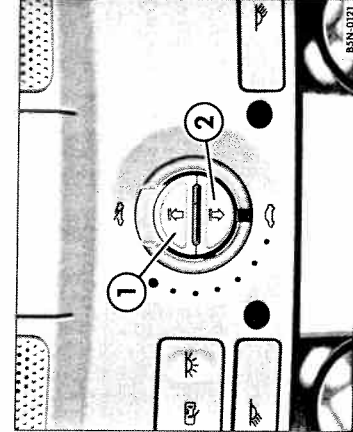

Fig. 38 Tasta pentru ruloul parasolar.
comutatorul rotativ în poziția ④, tasta ⇒ fig. 38 timp de 5 secunde, până când ruloul parasolar se închide complet. Trebuie să aveți grijă, deoarece ruloul parasolar nu se închide cu limitarea forței.